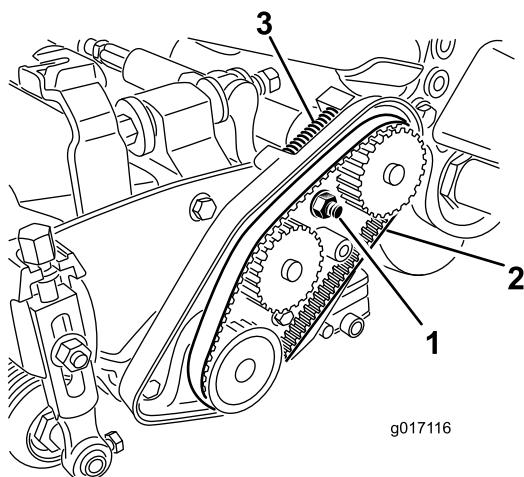

Figura 16
3. Desaperte a porca da estrutura do rolamento (Figura 16).
5. Retire a correia (Figura 16).
12. Certifique-se de que mola de compressão está a aplicar tensão na correia (Figura 16).